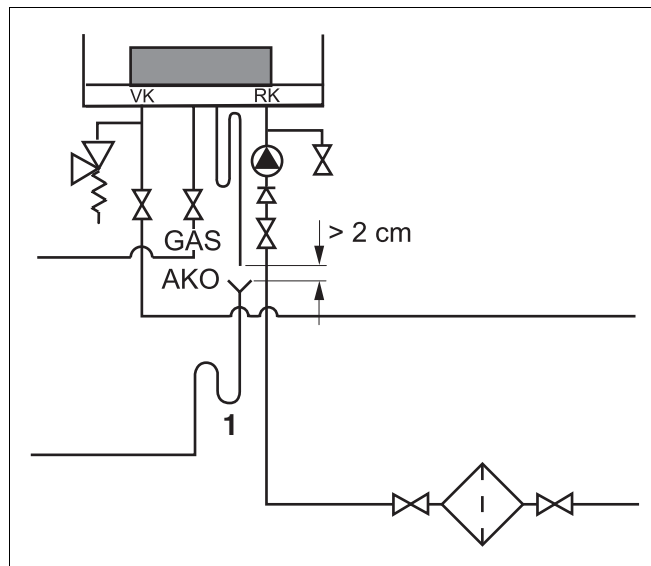
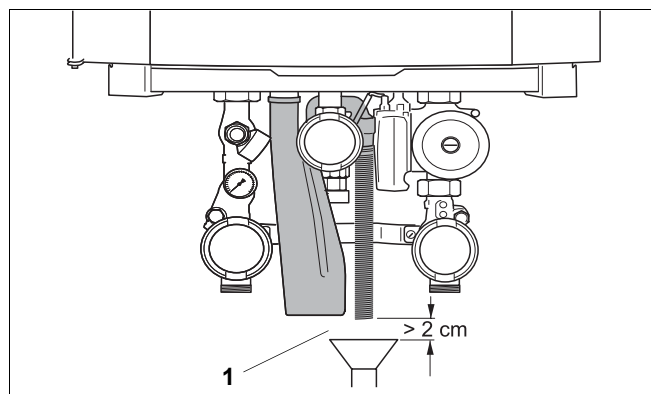

Fig. 19 Racordați sifonul
Fig. 20 Conducta de condensat
- Racordați conducta de condensat la sifon (Fig. 19, **Poz. 1** și Fig. 20, **Poz. 1**).